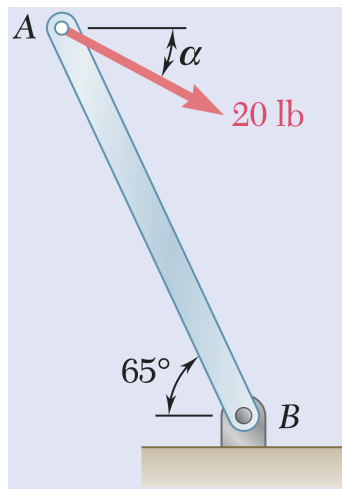

Figura 9: Figura de referencia.
6. Se aplica una fuerza de 20 lb sobre la varilla de control AB como se muestra en la figura 9. Si se sabe que la longitud de la varilla es de 9 pulgadas y que el torque respecto de B es de 120 lb·pulg en el sentido de las manecillas del reloj, determina el valor de  $\alpha$ .